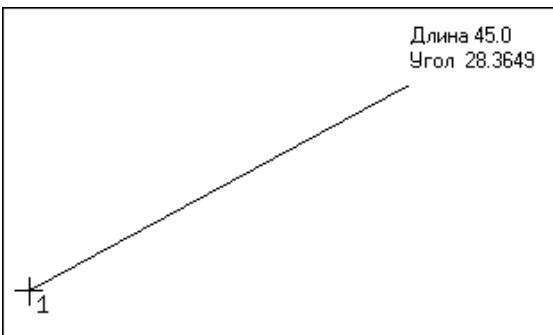

Рис. 1.59. Фантомное отображение отрезка
- Фантомы – дает возможность управлять отрисовкой фантомов. Фантом – это временное изображение графических объектов, показывающее процесс их создания или размещения на чертеже. Как правило, фантомы всегда рисуются тонкими линиями в серых тонах. Фантомы используются практически для всех команд ввода и редактирования графических объектов. Например, при построении отрезка на чертеже, после фиксации первой его точки, вы можете видеть фантомное изображение (рис. 1.59), начальной точкой которого будет только что указанная, а конечной – указатель мыши. При перемещении указателя фантом отрезка передвигается за ним. Существование фантома прекращается сразу после фиксации второй точки, а отрезок размещается на чертеже. При вставке библиотечного элемента в документ он сначала также отображается фантомом и лишь после указания точки вставки и угла поворота окончательно фиксируется на чертеже;